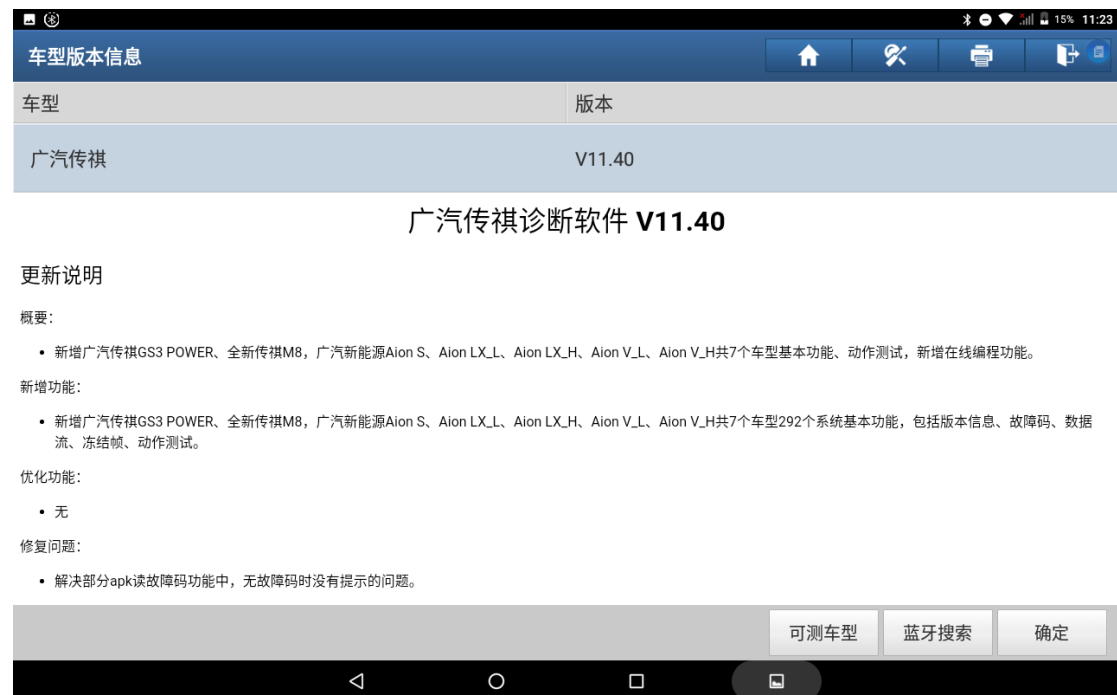

图 2
1. 将广汽传祺软件升级至 V11.40 及以上版本, 点击确定, 如图 2: